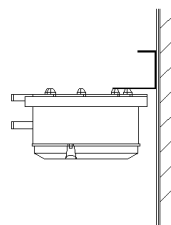

图 3
- 只能按图 3 方式安装时（不推荐此方式），开关值约小于刻度指示值 10Pa。